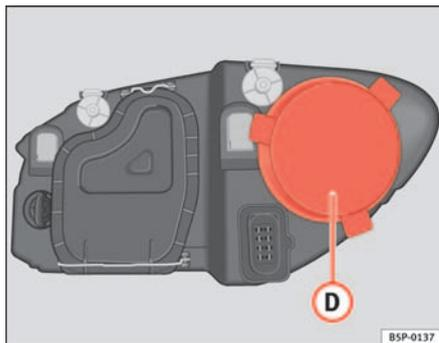

Abb. 179 Standlicht
- Den Deckel ⇒ Abb. 179 **D** abziehen.